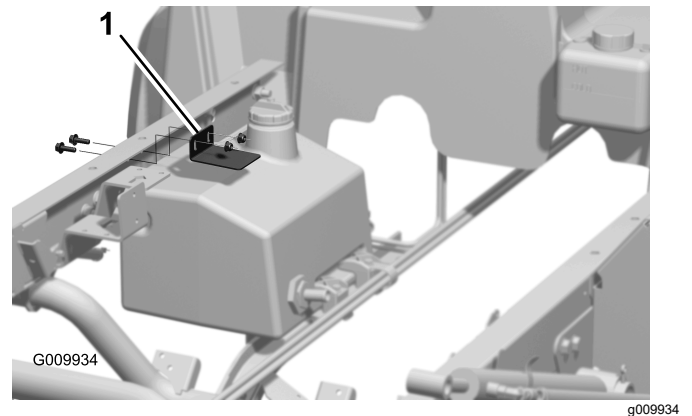

Figure 10
- Fixez légèrement le dispositif de maintien du réservoir sur le profilé de cadre gauche à l'aide de 2 vis à embase (5/16" x 1") et 2 écrous à embase (5/16"), comme montré à la Figure 10.